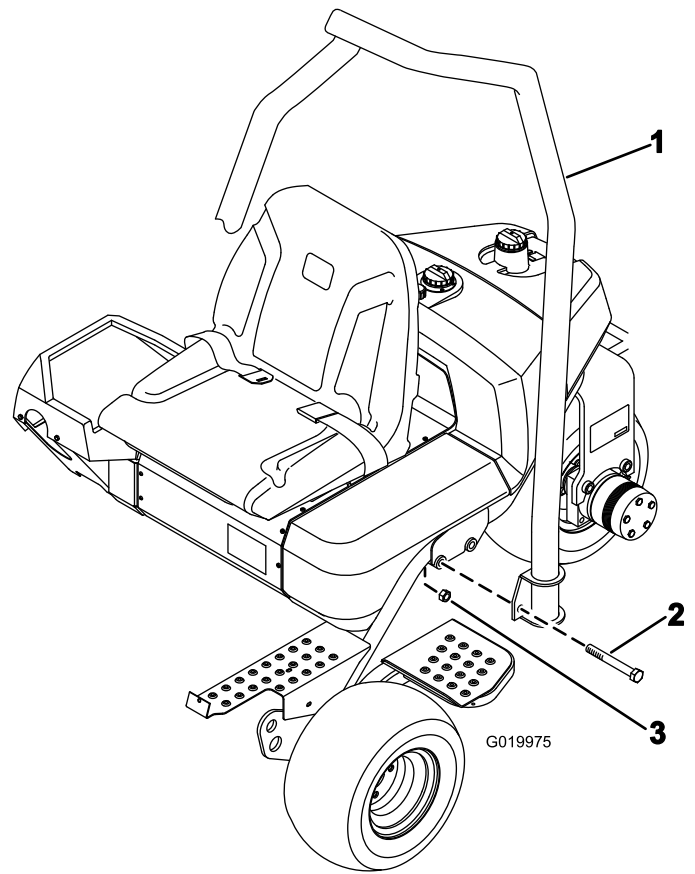

图7
2. 将翻车保护杆放低到机架上，使其与安装孔对齐（图7）。
3. 如图7所示，用 2 个螺栓 ($\frac{5}{8}$ x 4 $\frac{1}{2}$ 英寸) 和锁紧螺母将翻车保护杆的两侧固定到机架上。
1. 调整翻车保护杆的位置，使钢管的顶部弯向机器前面（图7）。